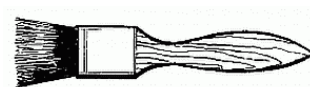

Рис. 27. Кисть для лака плоская
2. Кисть лакировочная (рис. 27).